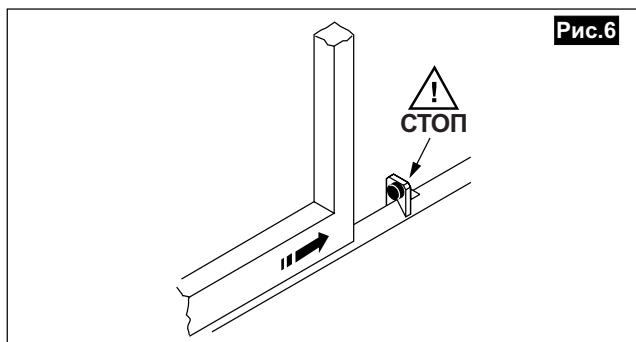

Рис.6
- Оборудована ограничителями открывания створки (рис.6), чтобы предотвратить выкатывание ворот с направляющей.